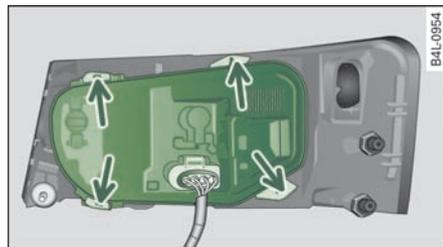

图 270 尾灯背面的固定片
- 顶着尾灯轻按灯座，固定片按箭头方向同时松开=>图 270。